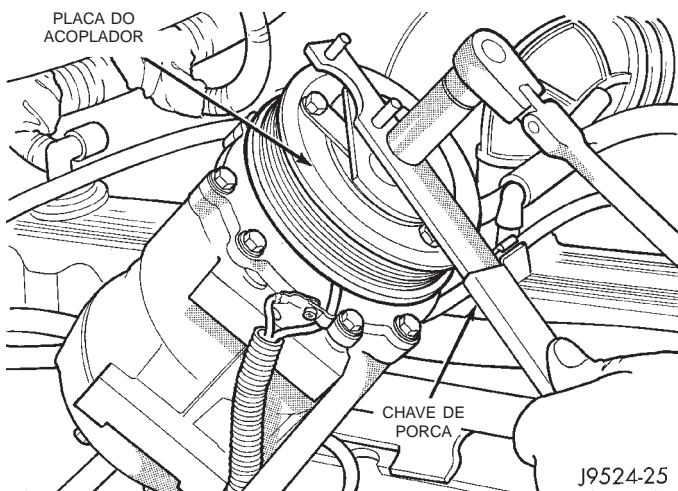

Fig. 21 Remoção da Porca do Acoplador
- (1) Desconecte e isole o cabo negativo da bateria.
- (2) Retire a correia de acionamento em serpentina. Consulte o Grupo 7, “Sistema de Arrefecimento”, para obter mais informações sobre os procedimentos.
- (3) Solte o conector do chicote de fiação da bobina do acoplador do compressor.
- (4) Retire os quatro parafusos que prendem o compressor ao suporte de montagem.
- (5) Retire o compressor do suporte de montagem. Suporte o compressor no compartimento do motor enquanto realiza a manutenção do acoplador.
- (6) Coloque os dois pinos da chave de porca (Ferramenta Especial C-4489) nos orifícios da placa do acoplador. Segure fixamente a placa do acoplador e retire a porca sextavada (Fig. 21).